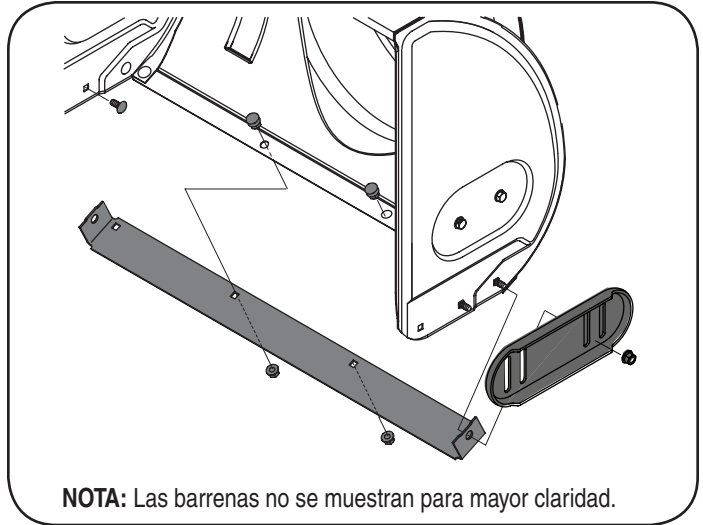

Figura 16
2. Monte las nuevas zapatas antideslizantes con cuatros pernos de carro (dos en cada lado) y las tuercas de brida hexagonales. Consulte la figura 16.